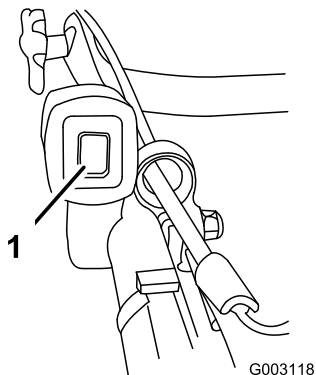

Figura 28
1. Ponga el interruptor de encendido en la posición de Parada (Figura 28).